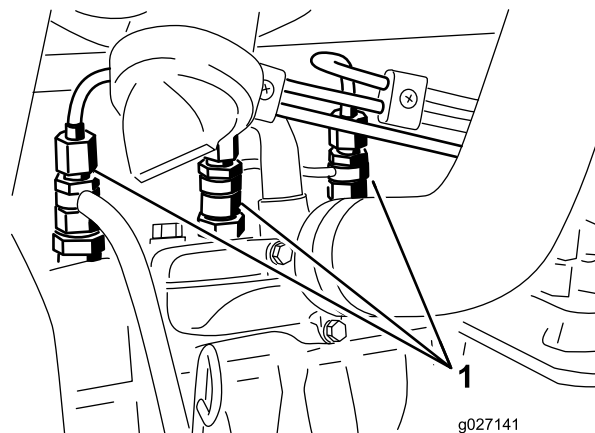

Figure 60
1. Desserrez le raccord entre l'injecteur n° 1 et le porte-injecteurs (Figure 60).